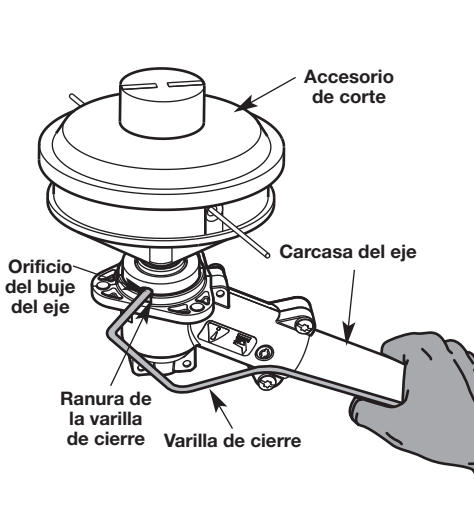

Fig. 16
- Mientras sostenga la varilla de traba, sujete el cabezal de corte al eje de salida enroscándolo hacia la izquierda hasta que quede completamente asentado (Fig. 16).